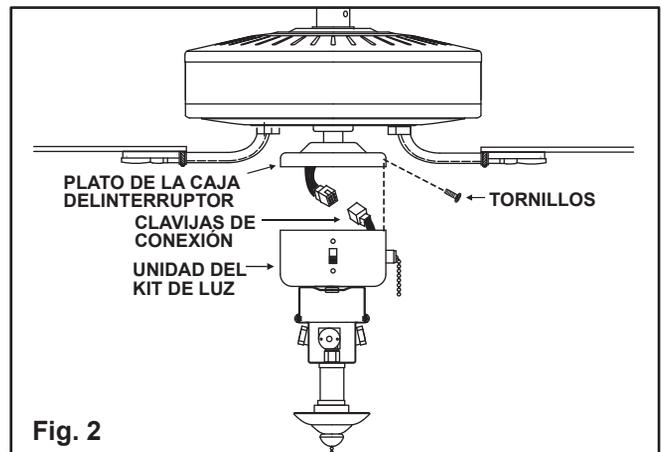

Fig. 2
4. Quite los tornillos del plato de la caja del interruptor. Mientras sostiene el ensamblaje de kit de luz bajo el ventilador, una el enchufe de conexión de los alambres firmemente. (Fig. 2)
5. Deslice la caja del interruptor sobre el plato de la caja del interruptor y ajústela hasta que los agujeros queden alineados. Asegure la caja del interruptor usando los tres tornillos que quito previamente. (Fig. 2)